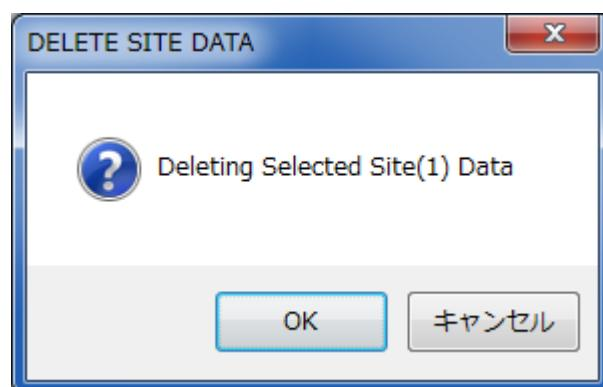

図 5.5-6 警告ダイアログ
- Site Number リストボックスの内、消去したい SITE 番号を選択し、「Delete Site」③ボタンをクリックすると、図 5.5-6 の警告ダイアログが表示されます。